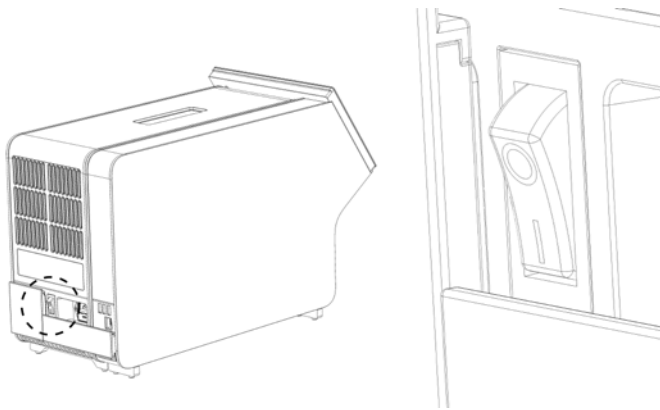

図 11. 電源スイッチの場所を探し、「I」の位置に設定。
9. 分析モジュールの背面の電源スイッチを「I」の位置に押して、本機器の電源をオンにします（図 11）。分析モジュールと操作モジュールのステータスインジケーターがブルーであることを確認します。